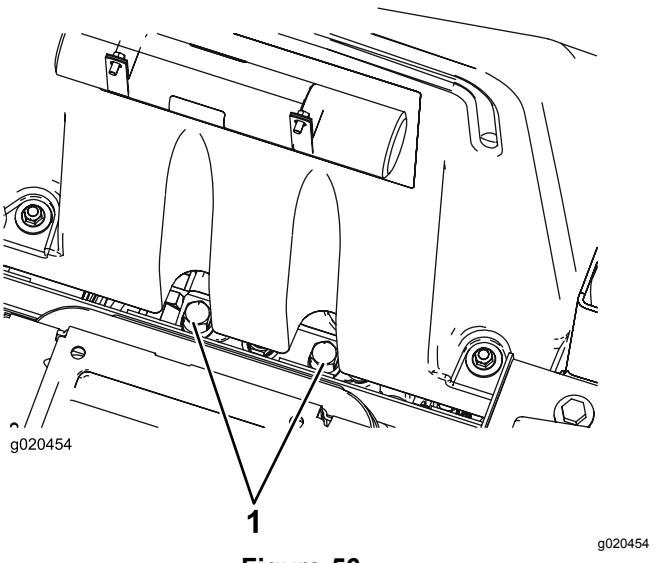

Figure 56
- Soulevez le siège et localisez les vannes de dérivation qui sont situées sous l'avant du réservoir de carburant (Figure 56).